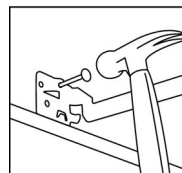

Fig. 5
4. Extienda los estribos de suspensión para montar los entre las viguetas. El pie del estribo de suspensión está contorneado para alinearse fácilmente con la parte inferior de la vigueta. Coloque el accesorio usando clavos en las viguetas (Fig. 5).